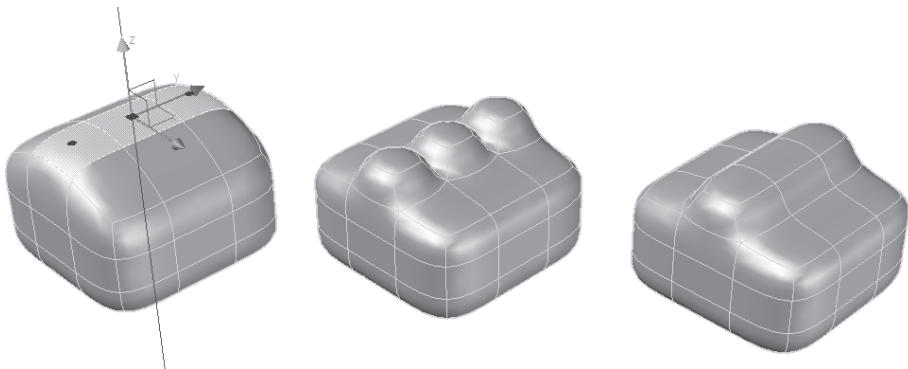

Abb. 14.35: Dieselben drei Netzflächen mit Gizmo verschoben (links), extrudiert ohne (Mitte) und mit Verbindung (rechts)
- **FLÄCHE EXTRUDIEREN** – ermöglicht es, einzelne Netzflächen zu extrudieren. Nicht gewählte Nachbarflächen werden nur wenig an den Rändern deformiert, wie es dem Glättungsgrad des Gesamtkörpers entspricht. Die mitgewählten Flächen können einzeln extrudiert werden oder im Verbund (Abbildung 14.35). Wenn Sie dagegen mit dem VERSCHIEBEN-GIZMO aus der Gruppe AUSWAHL dieselben drei Flächen verschieben, ergibt sich eine globale Verformung des Volumenkörpers.